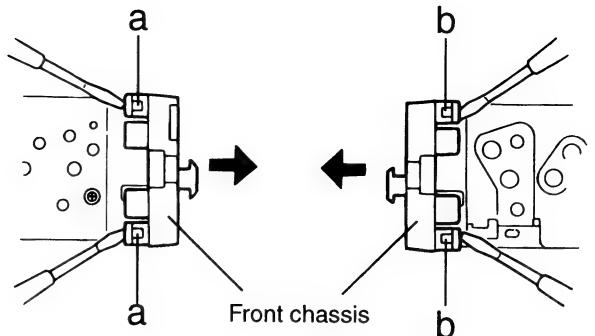
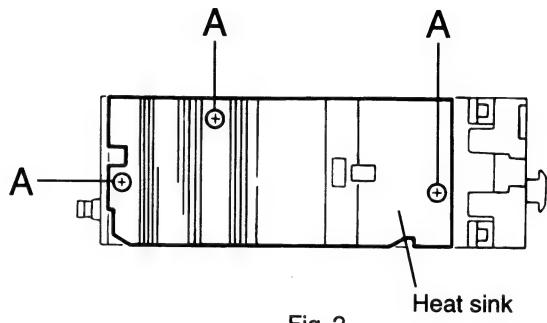

Fig. 1
Fig. 2
- If the speaker wiring in your car is as illustrated in Fig. 1 and Fig. 2 below, DO NOT connect the unit using that original speaker wiring. If you do, the unit will be seriously damaged.
Ist die Lautsprecherverdrahtung wie unten in Fig. 1 und 2 abgebildet, das Gerät NICHT mit der Originalverdrahtung der Lautsprecher anschließen, da sonst das Gerät schwer beschädigt wird.
Si le câblage des enceintes de votre voiture est réalisé comme montré sur la Fig. 1 ou Fig. 2 ci-dessous, NE CONNECTEZ PAS l'appareil en utilisant ce câblage original d'enceintes. Si vous le faites, l'appareil sera sérieusement endommagé.
### ■ Removing the Front Chassis (See Fig. 1)
### ■ Removing the Heat Sink (See Fig. 2)